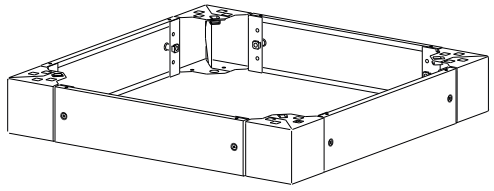

Рисунок 7
4.3.4 Повторите действия, указанные в 4.3.3 для каждой панели. Параллельные панели должны быть равной длины (рисунок 7).